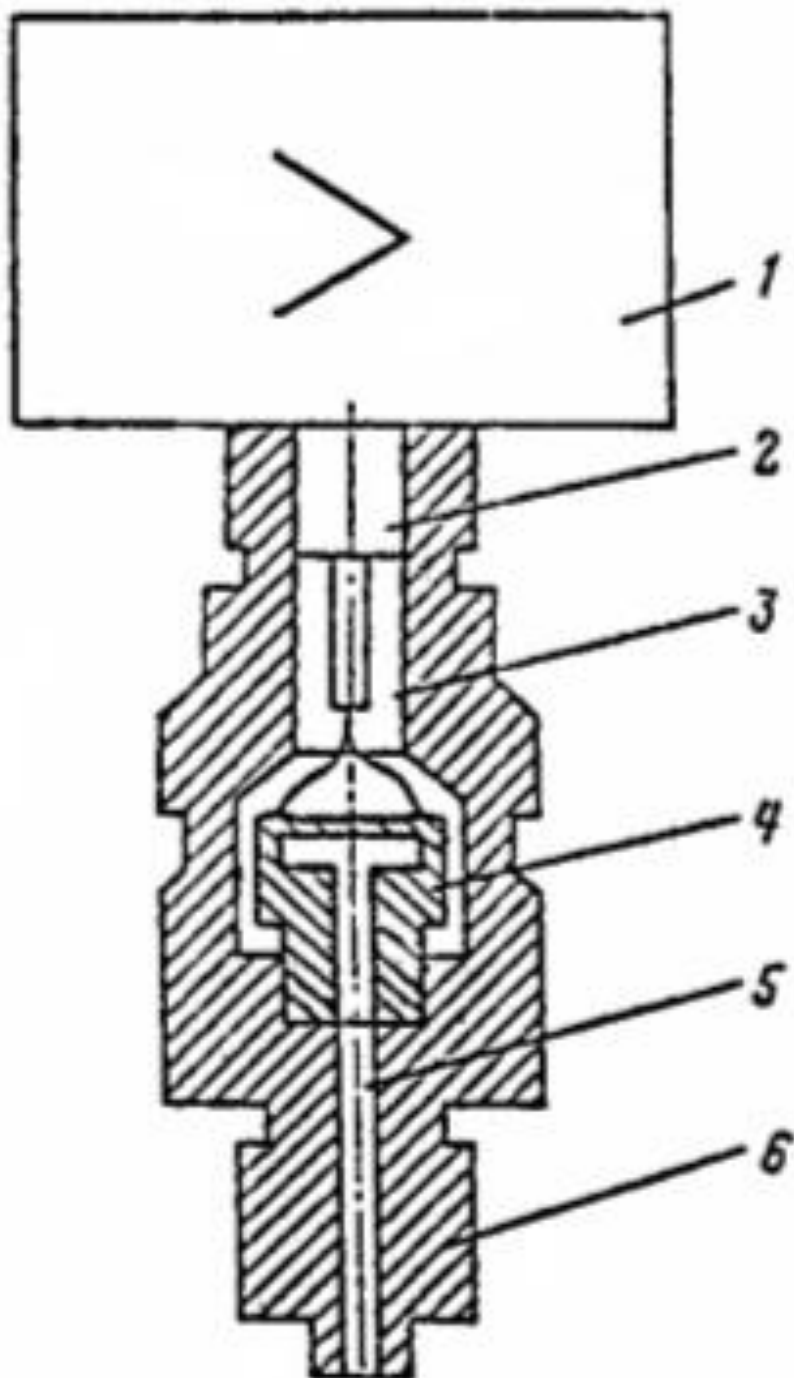

Рисунок 2
1.5.5 Преобразователи моделей 2051 и 2061 отличаются от описанных в 1.5.4. тем, что полость 3 (рисунок 2) герметизирована и сигнал передается в электронное устройство 1 по проводам через гермоввод 2.